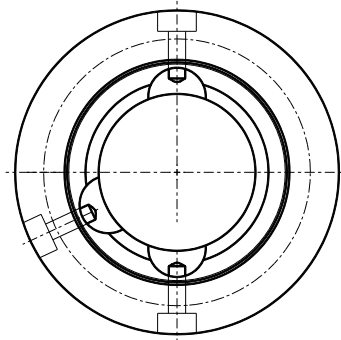

Abb. 4: Öleinfüllschraubenposition
- Freilaufkupplung so positionieren, dass die Öleinfüllschrauben am Umfang des Deckels bzw. Flansches sich in folgender Position befinden: zwei gegenüberliegende Schrauben senkrecht übereinander, die dritte seitlich davon unterhalb der Mitte (siehe Abb.4)